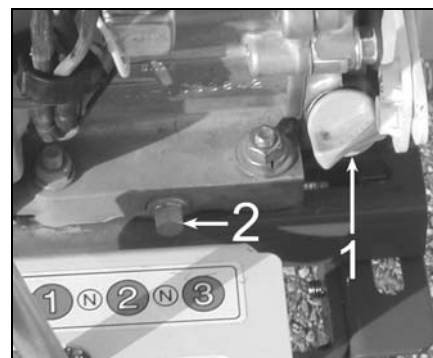

Figure 26
2. Dévissez le bouchon de vidange (figure 26, repère 2) et enlevez le. Enlevez le bouchon de remplissage d'huile (figure 26, repère 1) afin de faciliter la vidange.